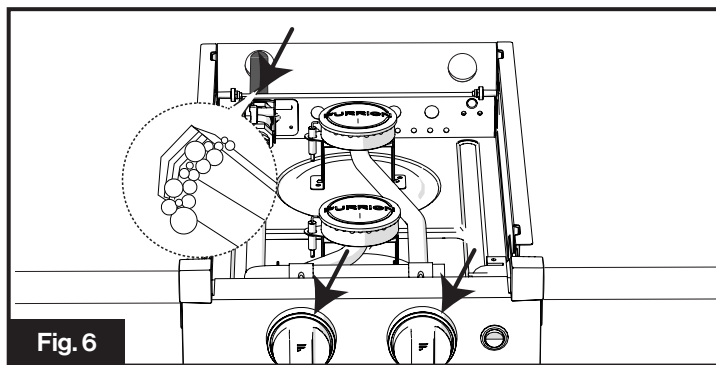

Fig. 6
- Compruebe si hay fugas en los accesorios de la tubería con una solución de agua jabonosa. Consulte la sección "Comprobación de fugas". (Fig. 6)